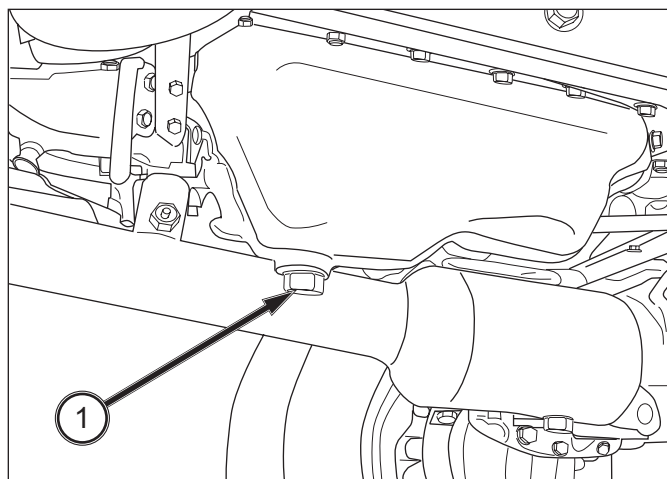

ABB. 127
ABB. 127: Für einen Motorölwechsel den Motor laufen lassen, um das Öl zu erwärmen. Ablasstopfen (1) aus dem Motor herausschrauben und das Motoröl vollständig ablaufen lassen.